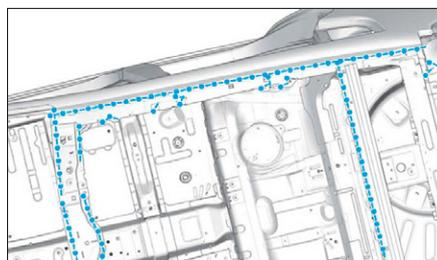
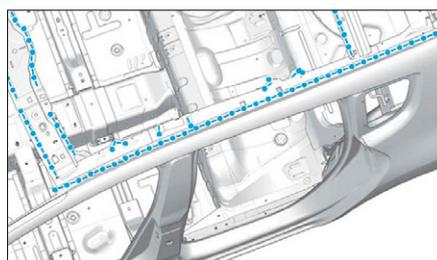
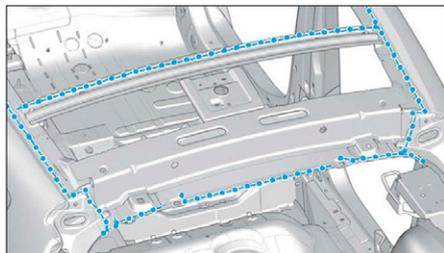

FIG. 131
FIG. 132
FIG. 133
- Préparer les zones d'accostage et les protéger par un apprêt soudable (Fig.131), (Fig.132) et (Fig.133).
- Préparer les zones d'accostage et les protéger par un apprêt soudable (Fig.131), (Fig.132) et (Fig.141).